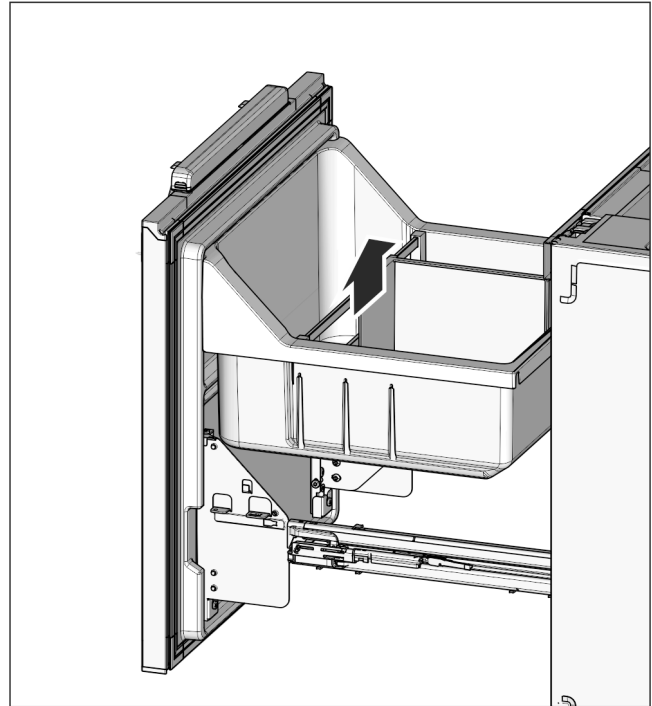

Fig. 25
- ▶ Τοποθετήστε ξανά τη θήκη μπουκαλιών Fig. 25 (32) και τη συρταρωτή λεκάνη Fig. 25 (31).